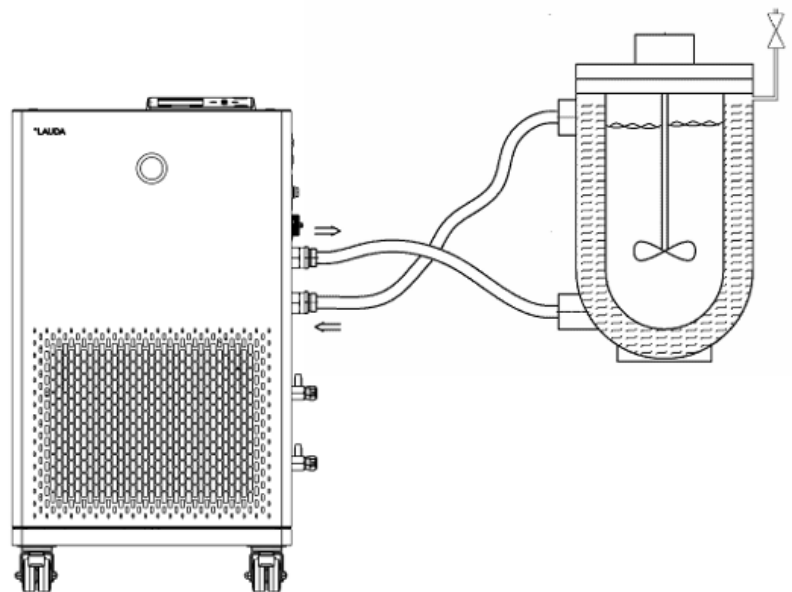

Fig. 16 : Schéma de raccordement avec vanne de purge
- Une vanne de purge peut, en fonction du type constructif de l'application, simplifier sensiblement le processus de purge. La vanne de purge doit être montée sur le point le plus haut du circuit (Fig. 16).
Afin que des bulles de gaz/vapeur puissent être évacuées du système et que le fonctionnement ne soit pas perturbé, l'application externe doit être raccordée conformément au schéma (Fig. 16). L'alimentation de la pompe doit être reliée au raccord du bas de l'application. Le retour vers la tubulure de pompe doit être relié au raccord du haut de l'application. L'écoulement se fait alors de bas en haut dans l'application.